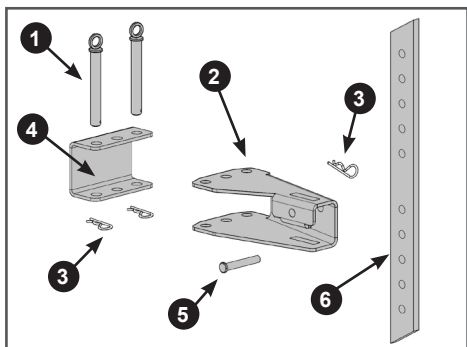

Рис. 7. Установка сошника
5. Для устойчивости мотоблока установите кронштейн сошника и сошник. Совместите отверстия в заднем кронштейне 4 рамы и кронштейне 2 сошника и вставьте пальцы 1 (Рис. 7). Зафиксируйте пальцы шплинтами 3 (Рис. 7). Вставьте сошник 6 в отверстие в кронштейне 2 сошника, совместите нужное отверстие в сошнике с отверстием в кронштейне, вставьте палец 5 и зафиксируйте палец шплинтом 3 (Рис. 7).